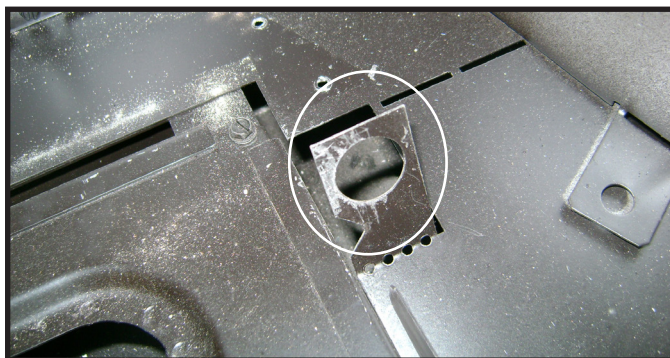

Figure 4.11 Languette de la grille
9. Abaissez la languette de la grille à droite du brûleur. Le brûleur va glisser vers la droite. Voir la figure 4.11.